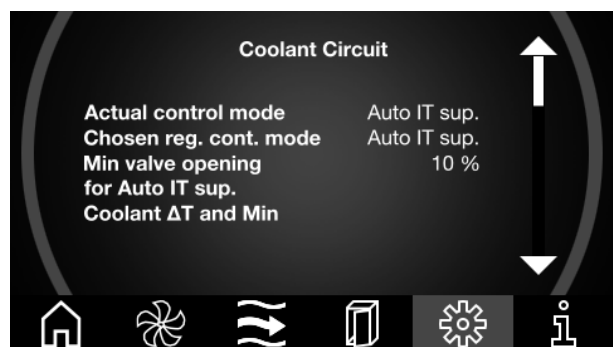

Imagen 117: Pantalla «Coolant Circuit»
■ Desplázate desde la pantalla «Coolant Circuit» (imagen 117) a la tercera pantalla utilizando las flechas. Aquí se muestran los ajustes para el modo de regulación actual «Coolant ΔT», así como la temperatura deseada para el retorno del medio refrigerante y la temperatura mínima y máxima de entrada del servidor.